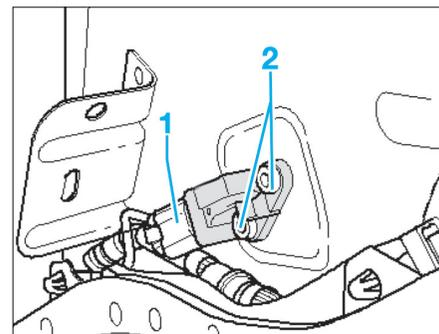

Fig. 20
- Débrancher le connecteur du capteur de collision (1) (Fig.20).